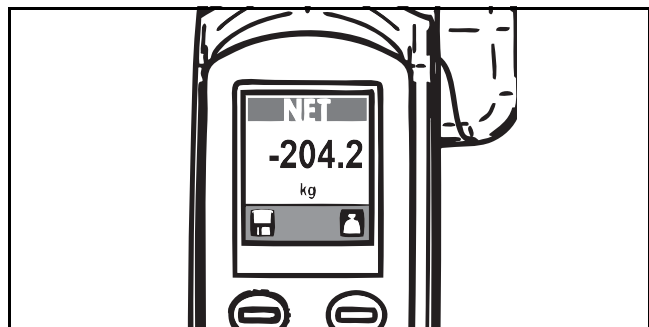

Fig. 67
- 2) Complete la transferencia del paciente y retire a éste de la grúa. La báscula mostrará un número negativo (véase la Fig. 67).